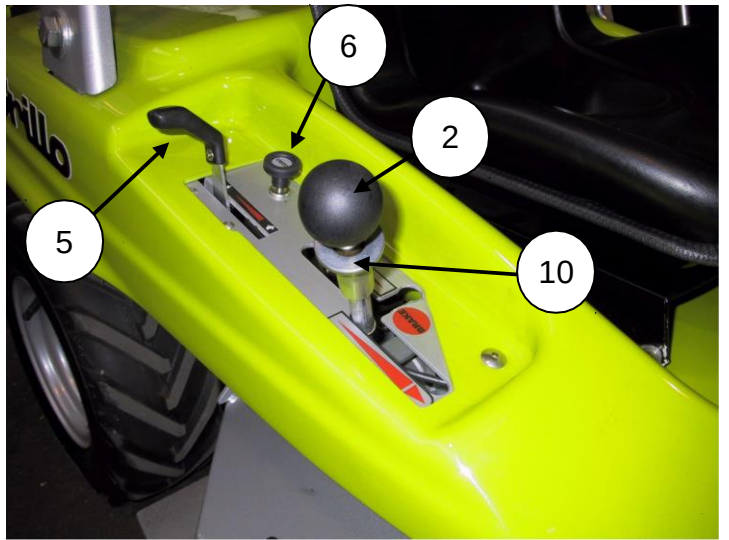

Fig. 3
După ce ați terminat de tuns, dezactivați lamele și conduceți înapoi la bază cu platforma de tăiere în poziția cea mai înaltă. Pentru a opri, deplasați maneta de deplasare în poziția STOP (fig. 3, ref. 2), reglați maneta de accelerație la turația minimă, opriți motorul prin rotirea cheii la poziția STOP (fig. 1, ref. 1) și coborâți puntea în poziția cea mai joasă.